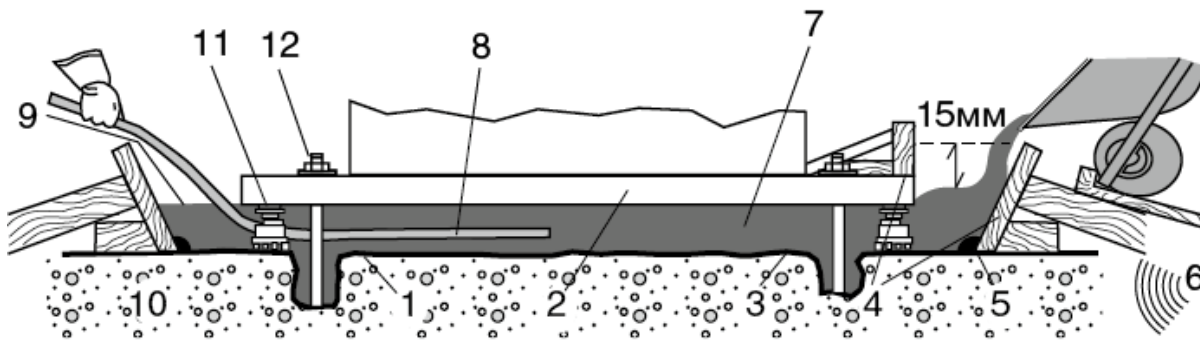

Рисунок 1: Схема применения MasterFlow 928 для высокоточной цементации оборудования
4. В целях предотвращения вытекания состава опалубка должна быть изготовлена из прочного водонепроницаемого материала и надежно заанкерена и подперта, чтобы выдержать давление состава после укладки. Со стороны, откуда будет заливаться MasterFlow 928 следует предусмотреть зазор в 150 мм между опалубкой (см. рис.1) и основанием станины оборудования. С боковых сторон